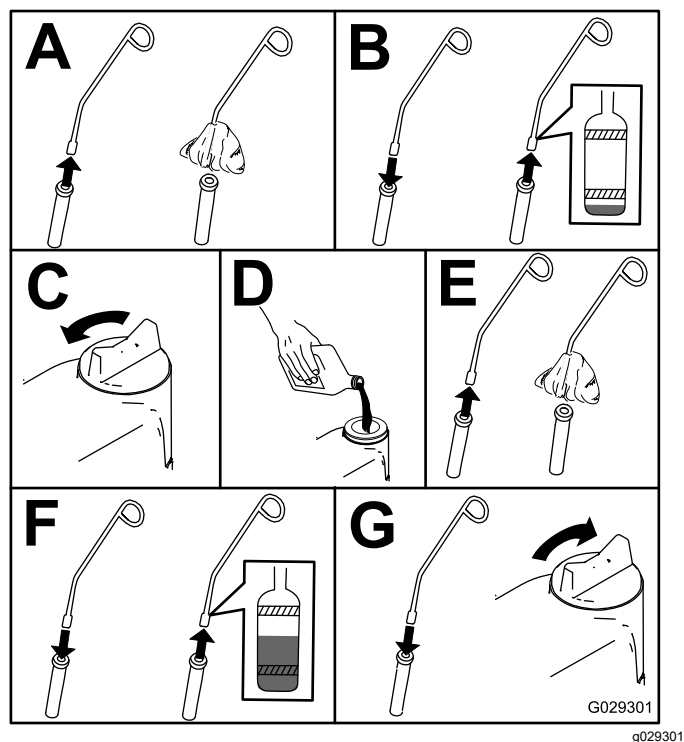

Figure 98
5. Contrôlez le niveau d'huile moteur comme montré à la Figure 98.